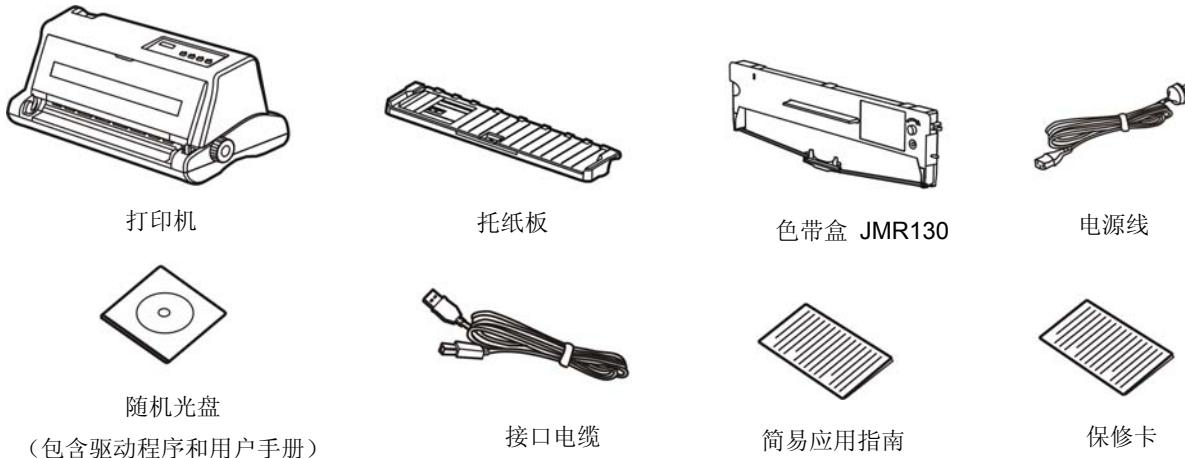

图 2-1 包装箱内打印机包装清单
在打印机包装箱内，应具有以下各项：(1) 打印机；(2) 托纸板；(3) 色带盒 JMR130；(4) 电源线；(5) 随机光盘；(6) 接口电缆；(7) 简易应用指南；(8) 保修卡（如图 2-1 所示）。如有遗漏，请向有关经销商联系。